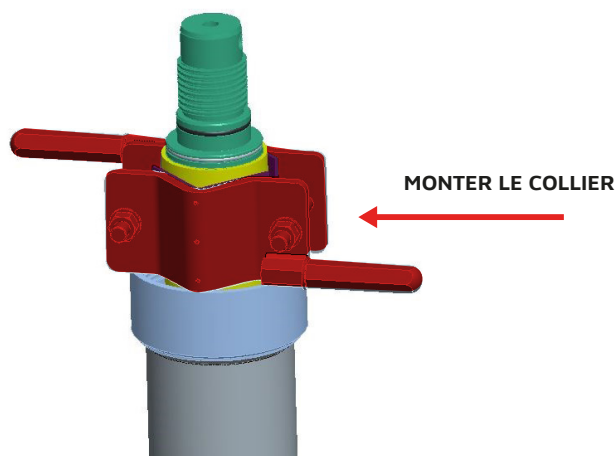

Figure 3
6. Montez le collier de vissage de la tige, puis retirez le dispositif de levage et la longue vis CHC (Fig. 3).